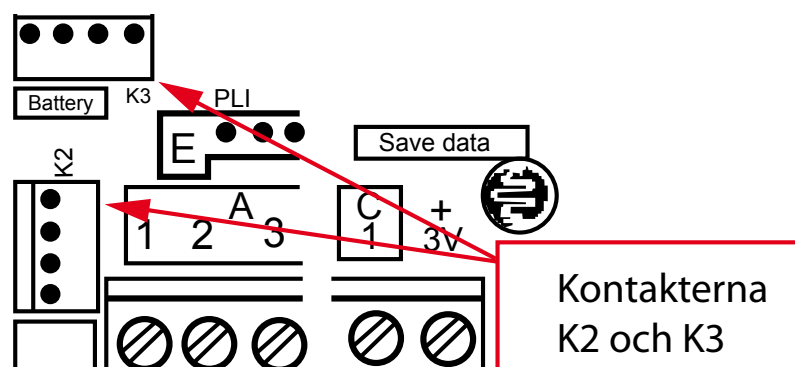

Fig 2, Anslutningsplint F4
3. Gör mätaren spänningslös genom att koppla ur de fyrpoliga kontakterna K2 och K3, se fig.2.